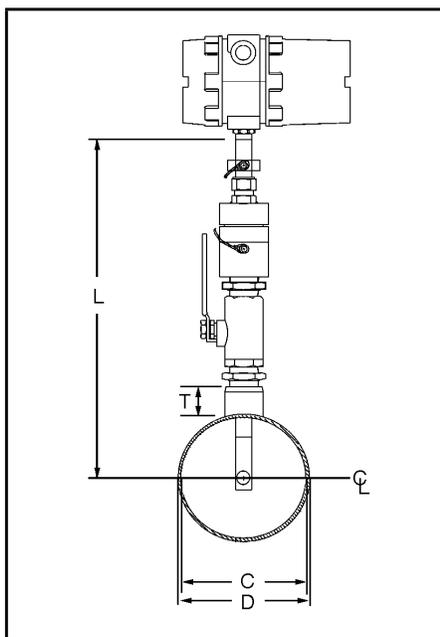
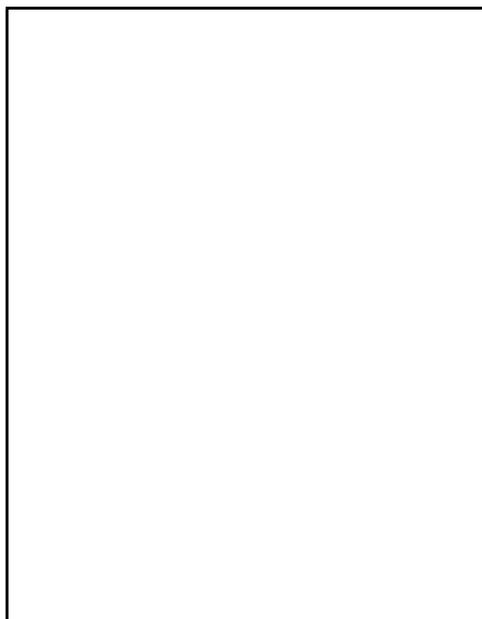

Рис. 2-2. Глубина посадки расходомера при врезке в низконапорный трубопровод
Рис. 2-3. Глубина посадки расходомера при врезке в высоконапорный трубопровод
2. Рассчитайте глубину посадки расходомера в соответствии с рис. 2-2 при установке изделия на низконапорный трубопровод и рис. 2-3 при установке на высоконапорный трубопровод.